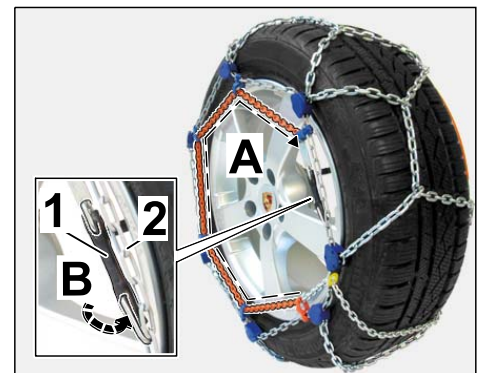
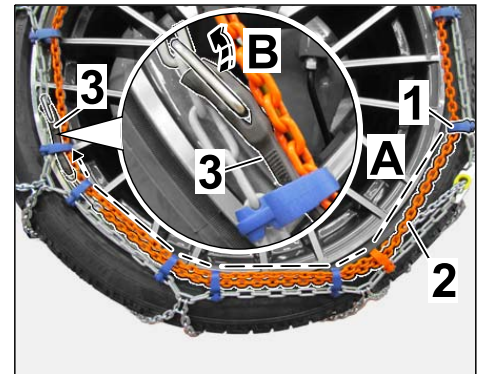

Bild 13
Bild 14
2.3.1 Spannkette nach Verschlussplatte zuerst zur orangefarbenen Kunststofföse führen (⇒ Bild 13).
2.3.3 Rest der Spannkette kreisförmig (⇒ Bild 13 -A-) über den kompletten Radumfang durch restliche Kunststoffösen fädeln.
2.3.4 Ist die Spannkette an der letzten Kunststofföse nicht zu Ende: Spannkette erneut durch Kunststoffösen fädeln (⇒ *Bild 14-A-*).
2.3.5 Haken des Spanngummis unter leichter Spannung in ein Kettenglied der Außenkette einhängen (⇒ *Bild 13-B-* oder ⇒ *Bild 14-B-*).